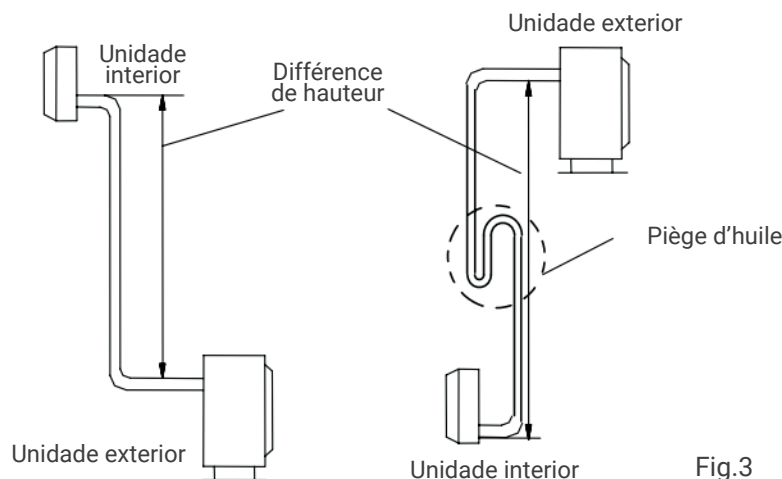

Fig.3
- Se a posição de instalação da unidade exterior for superior à da unidade interior e o comprimento do tubo for superior a 10 m, adicione um coletor de óleo no tubo de gás a cada 8 m (Fig. 3)